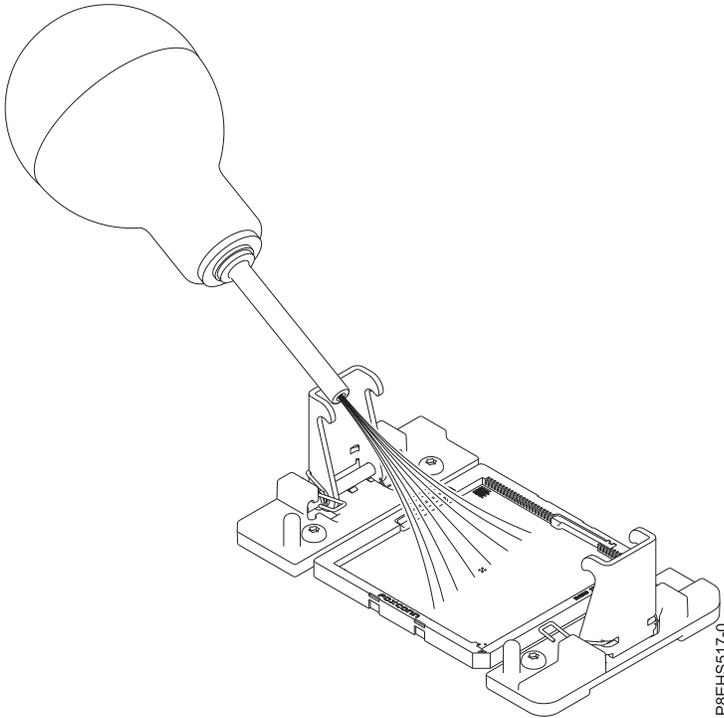

Figura 74. Cómo quitar el polvo o los restos de suciedad del zócalo del procesador del sistema
- a. Si hay polvo o restos de suciedad en el zócalo del procesador del sistema, utilice la bomba de aire suministrada (número de pieza 45D2645) para limpiar el zócalo. Sople pequeñas ráfagas desde el centro a los lados del zócalo, como se muestra en la Figura 74 en la página 76.